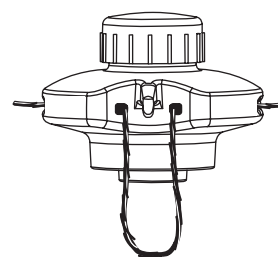

Fig. 14
2. Poussez les extrémités à travers jusqu'à ce qu'elles dépassent des côtés de la tête (Fig. 14).